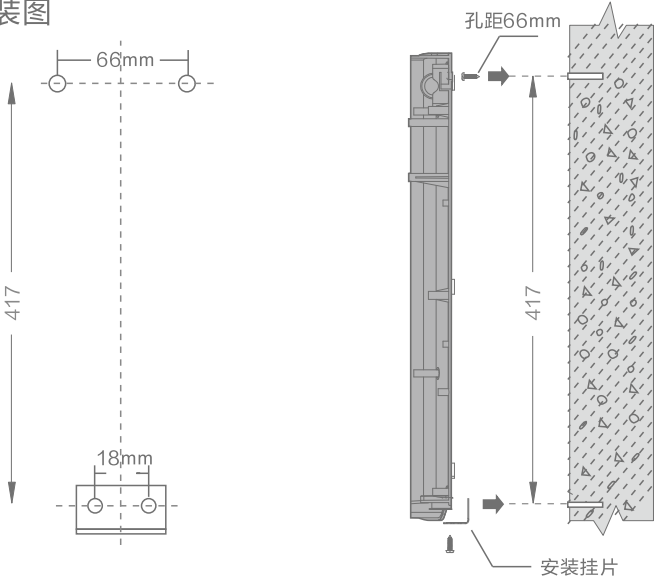

图3
1. 热水器机体安装：用笔按顺序将螺丝孔按孔距作好标记，（垂直平行高度一般以眼睛平视为宜，建议高度1.6米），用冲击钻（Φ6mm钻头）在承重墙上钻出（此深度不得超过墙得厚度）的孔，然后将胶粒完全打入墙孔内，分别将安装挂片和十字盘头自攻螺钉固定在墙上。随后将机体固定在十字盘头自攻螺钉上，把安装挂片锁上螺丝即可。（见图3）